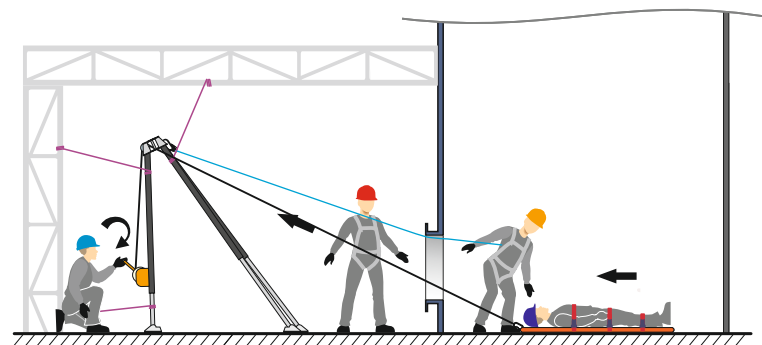

Рис. 18 Укладывание пострадавшего на носилки.
12. Уложить пострадавшего на носилки, надежно пристегнув его ремнями (рис. 18).